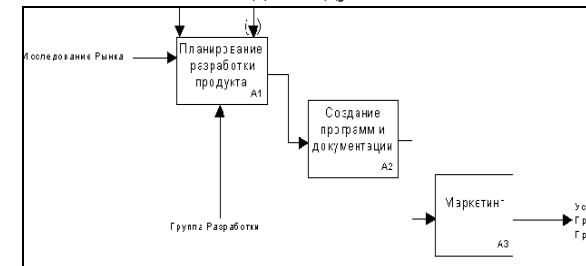

Рисунок 3.1 – Создание дуг
- * Нарисуйте вторую ломаную дугу от правой стороны блока А2 к левой стороне А3 (рисунок 3.1).